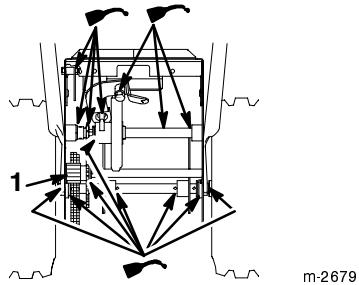

Figure 37
- Lubrifiez légèrement la déneigeuse avec de l'huile légère comme illustré aux Figures 37 et 38.
- Graissez légèrement l'engrenage de l'essieu (Fig. 37).